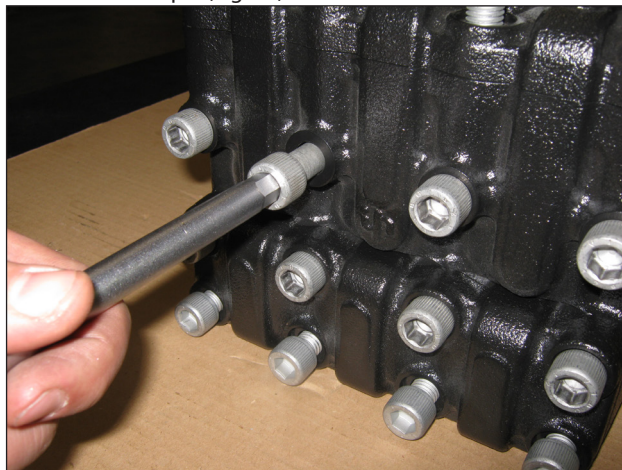

Fig. 36
- A) Dévisser les vis de fixation de la culasse M12x130 (M12x150 sur SN6416 et SN6418. M12x190 sur SW64) comme indiqué (Fig. 36).